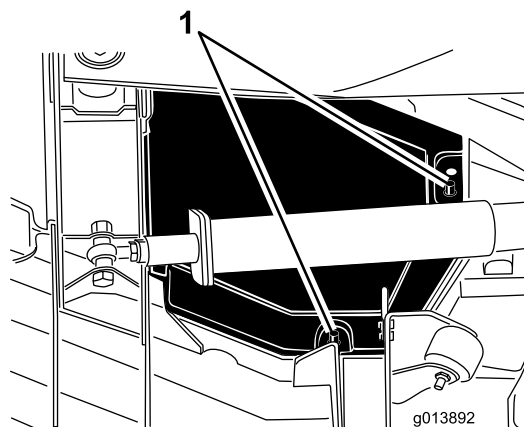

図 47
4. 取り付け用のポストから、後側のエッジと内側のエッジ部を外す（図 47）。